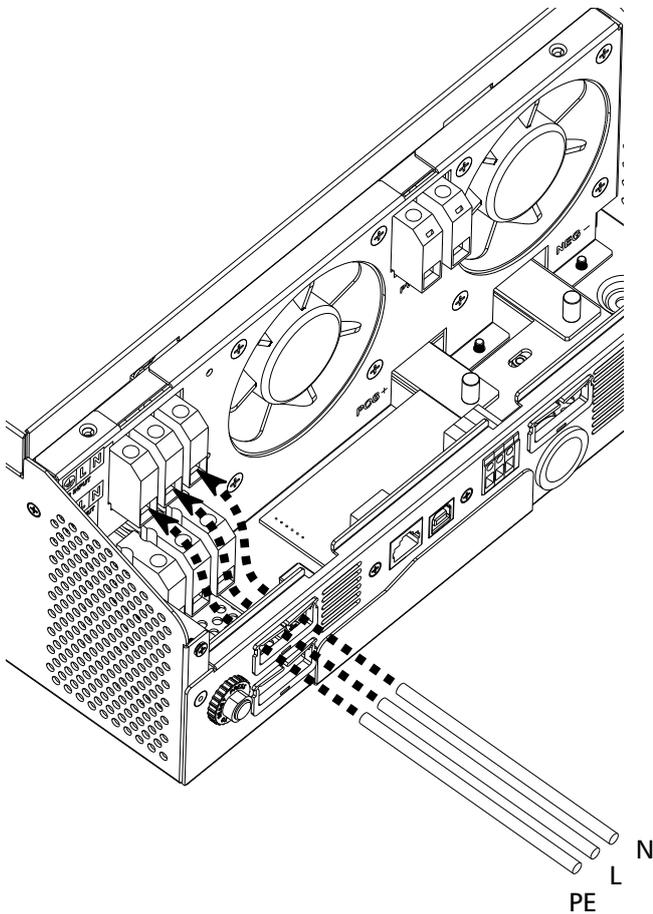
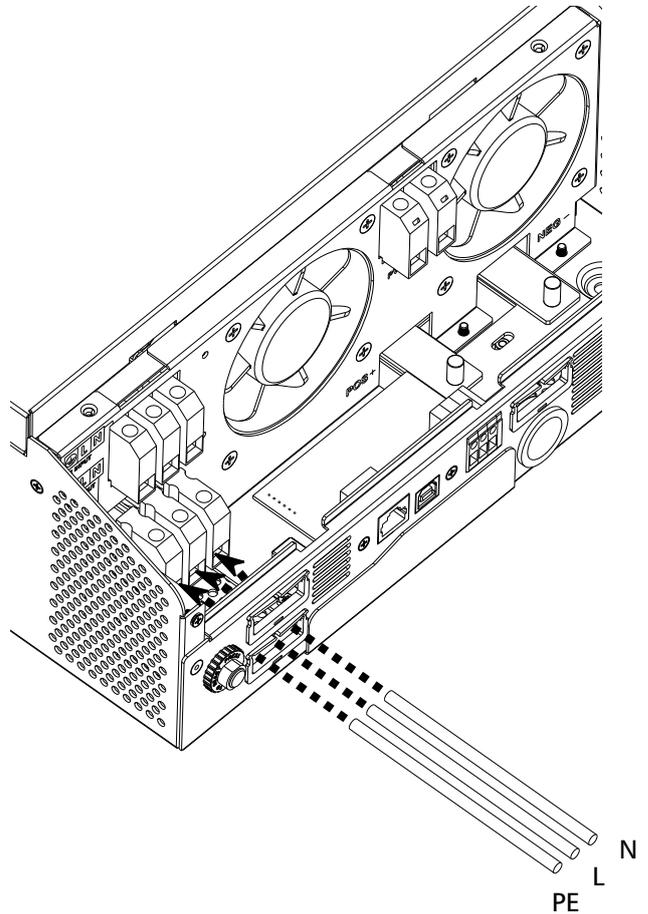

Abbildung 7: AC Eingang Leiter Verbindung
Abbildung 8: AC Ausgang Leiter Verbindung
4. Verbinden Sie den PE (⊕ - Schutzleiter) Leiter des AC Eingangs (*Abbildung 7*) mit der entsprechenden Klemme am Wechselrichter und verbinden Sie den PE (⊕ - Schutzleiter) Leiter des AC Ausgangs (*Abbildung 8*) mit der entsprechenden Klemme am Wechselrichter. Ziehen Sie die Anschlussklemmen mit einem Drehmoment von 1,4 – 1,6 Nm an.
5. Verbinden Sie die L (Phase) und N (Neutral) leiter mit den entsprechenden AC Eingangsklemmen (*Abbildung 7*) und AC Ausgangsklemmen (*Abbildung 8*). Ziehen Sie die Anschlussklemmen mit einem Drehmoment von 1,4 – 1,6 Nm an.